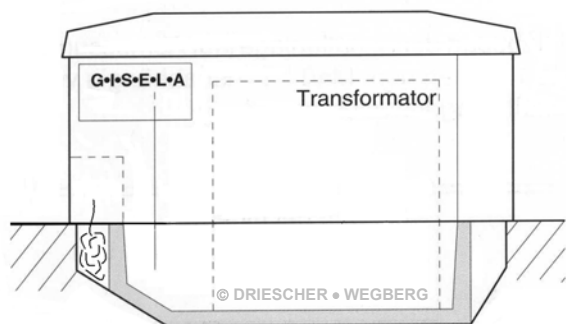
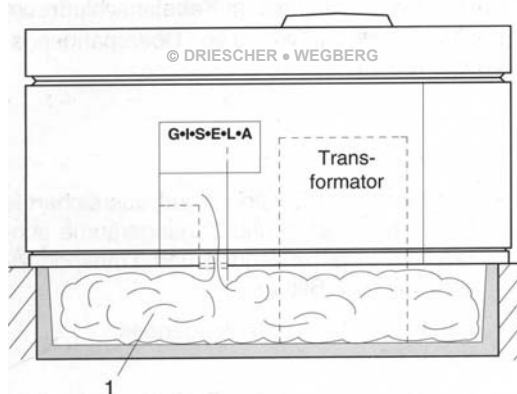
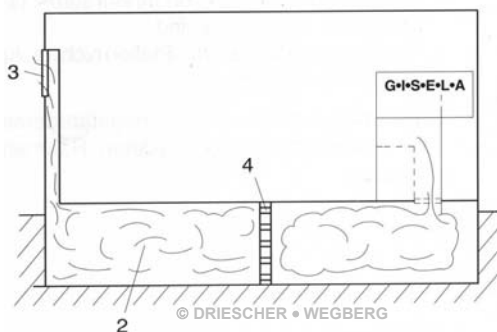

Bild 1 / obrázek 1
Bild 2 / obrázek 2
Bild 3 / obrázek 3
- Bei Kompaktstationen Typ K und KSP Fa. DRIESCHER erfolgt der Druckausgleich ausschließlich im Kabelanschlussbereich (Bild 1). Ansonsten muss bei kompakten und begehbaren Stationen die Druckentlastung in den Kabelkanal (1) [Mindestvolumen ~3 m³] vorgesehen werden (Bild 2).
- Bei vorhandenem Kabelkanal (2) [Mindestvolumen ~1,1m³; Mindestquerschnitt – 0,25m² mit Öffnung (3) nach außen], diesen als Druckentlastungsraum nutzen.
- Durch Einbau von zwei Lagen Streckmetall (4) werden die Lichtbogengase zusätzlich gekühlt und der Austritt von heißen Gasen gemindert (Bild 3).